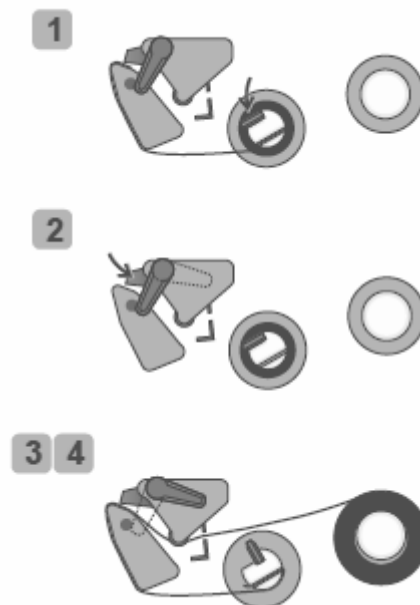

Figura 6. Recambio de rollo de etiqueta
- 1) Gire la palanca del rodillo recolector hasta la posición indicada en la Figura 6 para que el rollo de papel base quede liberado. Extráigalo tirando el rollo hacia fuera.
Coloque el rollo en el porta rollo, enhebre el papel como muestra la Figura 6 (el mecanismo impresor permite que esta operación pueda realizarse en forma lateral).
4) Inserte el papel en la ranura del rodillo de recolección y gire la palanca de apertura del cabezal a la posición de trabajo como muestra la Figura 6.